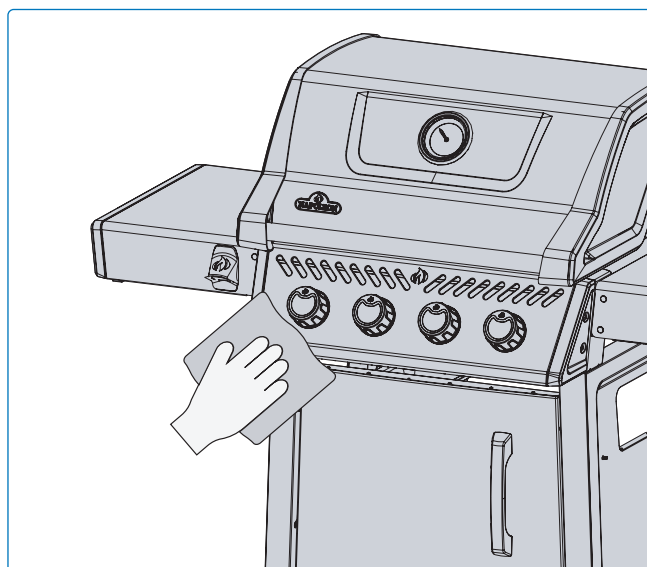

Fig. 24
- Las piezas de acero inoxidable se decolorarán con el tiempo debido al calor, desarrollando un tono dorado o marrón. Esto es normal y no afecta el rendimiento de la parrilla (**Fig 24**).